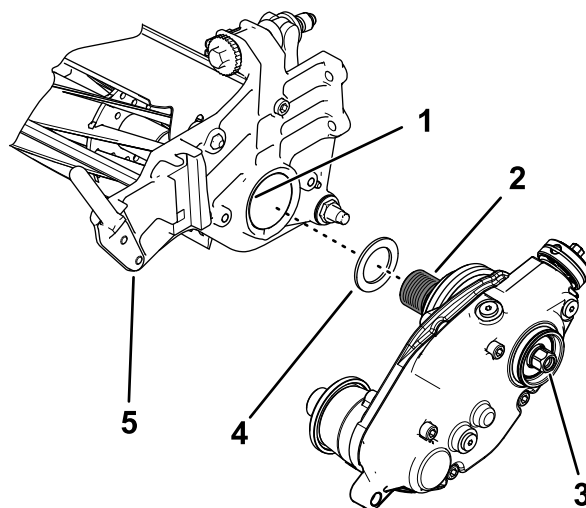

Figura 7
2. Montate la rondella spessore sulle filettature dell'adattatore del cilindro (Figura 7).
4. Fissate la scatola di trasmissione del groomer sull'albero del cilindro (Figura 7).
6. Mentre il cilindro è fermato, serrate la testa esagonale dell'albero della scatola ingranaggi tra 135 e 150 N·m; fate riferimento a Figura 7.